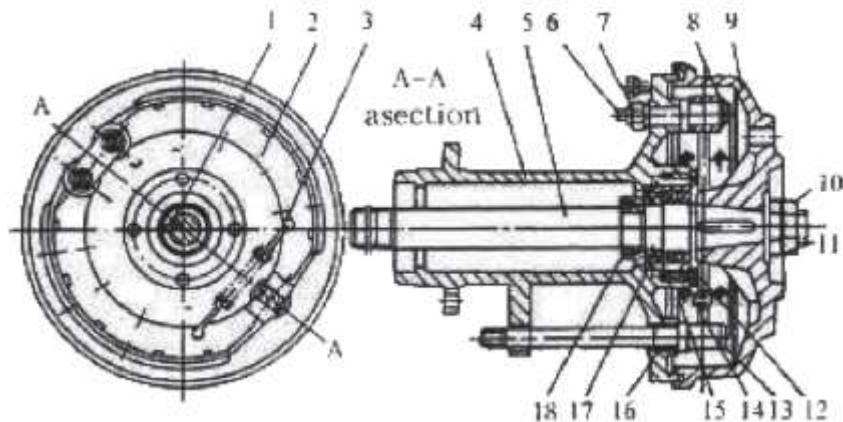

Рис. 3.15. Полуось и тормозная система.
Полуось и тормоза (рис. 3.15.) состоит из тормозных колодок, полуоси, корпуса полуоси, вал эксцентрика, масляный сальник, подшипников и т.д. Для тракторов серии TZR Т-404 существуют нормальная ширина колеи, средняя и широкая. Имеется три типа корпуса полуоси 4 и полуоси 5 для полуоси и тормозов. Следует обращать на это внимание при замене корпуса полуоси и полуоси. Покупайте и заменяйте детали в соответствии с моделью деталей в каталоге.
2. Отрегулируйте положение вала эксцентрика (рис. 3.15.), чтобы изменить трение фрикционных дисков тормозных колодок и ступицы тормоза, а также сделать износ фрикционных дисков равномерным. При регулировке, приподнимите домкратом заднюю ведущую ось, ослабьте гайку 7 (рис. 3.15.), поверните вал эксцентрика гаечным ключом и одновременно поворачивайте колесо. Когда почувствуете сопротивление, тормозная колодка соприкасается со ступицей тормоза, а затем поверните вал эксцентрика в противоположное положение. Продолжайте, пока не прекратится сопротивление при поворачивании колеса. После этого затяните гайки во избежание несанкционированного поворачивания.